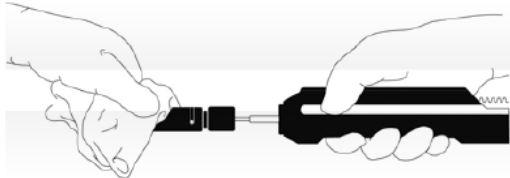

Figura 22
35. Segure a bainha com uma mão e retraia a garra estacionária preta até que a ponta do sistema de liberação apareça na válvula de hemostasia. É recomendado que isto seja feito por meio de fluoroscopia, para supervisionar a ponta do sistema introdutor conforme ela é removida pela Extensão ilíaca. Use uma compressa de gaze seca para segurar a bainha e evitar que se movimente. (Figura 22).
46. Segure a bainha com uma mão e retraia a garra estacionária preta até que a ponta do sistema de liberação apareça na válvula de hemostasia. É recomendado que isto seja feito por meio de fluoroscopia, para supervisionar a ponta do sistema de liberação conforme ela é removida pelo corpo da Endoprótese principal. Use uma compressa de gaze seca para segurar a bainha e evitar que se movimente. (Figura 22).